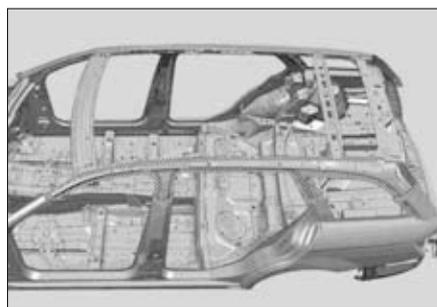
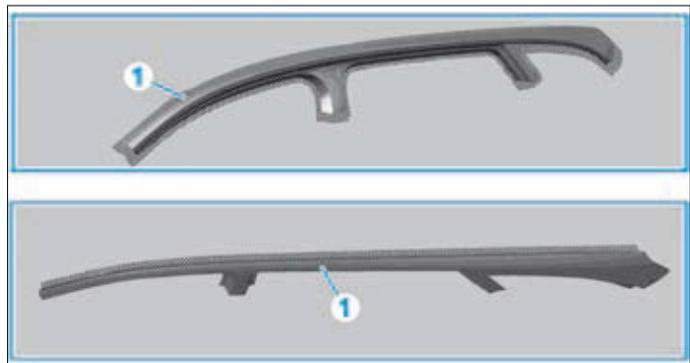

FIG. 161
FIG. 162
- Poncer au nu du métal les zones quadrillées (Fig.161) et (Fig.162).